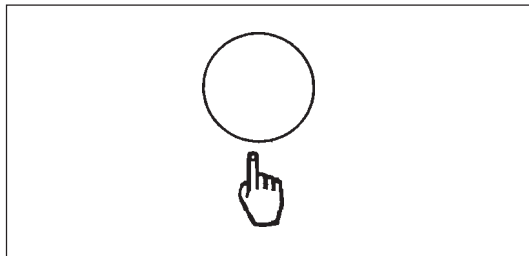

Figura 17
1. Oprima el botón verde de pulsación única (figura 17) y manténgalo así hasta que escuche un *tono doble* de la máquina. **NOTA: Esta operación demora aproximadamente 15 segundos.**